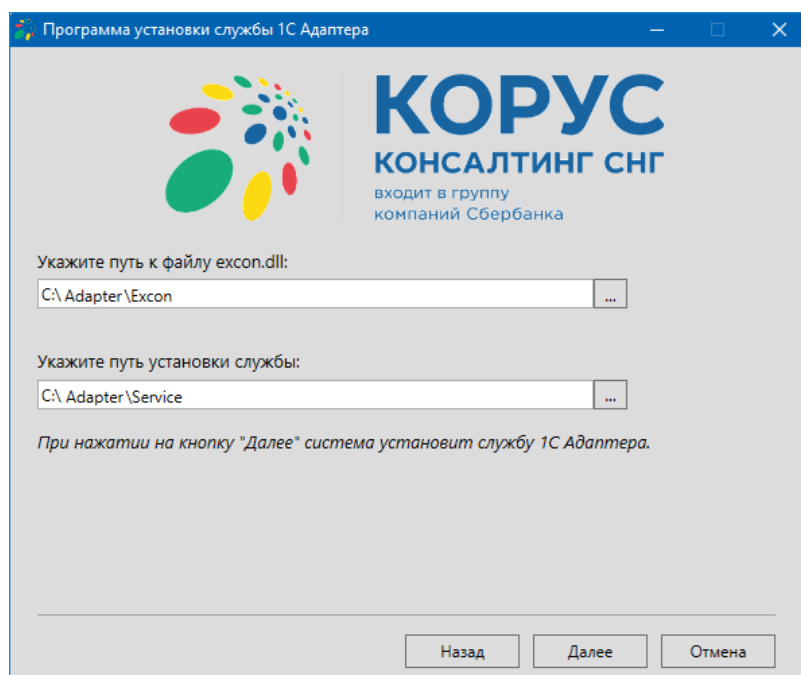

Рисунок 15 – Настройки для установки службы
8.1.1.5. Далее указывается путь к файлу библиотеки и каталог для установки службы (рис. 15).